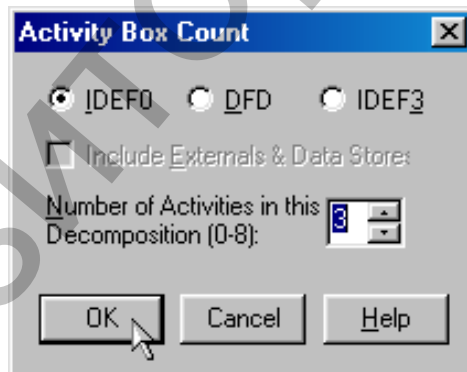

Рисунок 15
- 1 Выберите кнопку  перехода на нижний уровень в палитре инструментов, перейдите на вкладку  **Model Explorer** и в диалоговом окне **Activity Box Count** (рисунок 15) установите число работ на диаграмме нижнего уровня – 3 – и нажмите кнопку **ОК**.